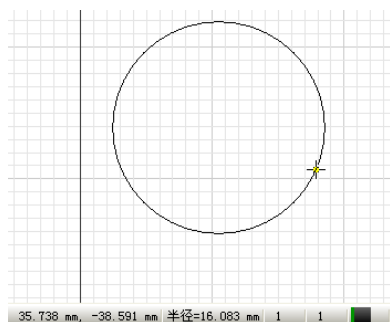

图 2-10 指针位置和圆半径的实时显示
(1) 如果要根据圆心和半径创建圆, 可选择  按钮, 单击左键在绘图区域内选择圆心, 然后拖动鼠标来设定圆的半径, 同时在绘图窗口的右下角显示当前鼠标指针的坐标位置和半径大小, 如图 2-10 所示。